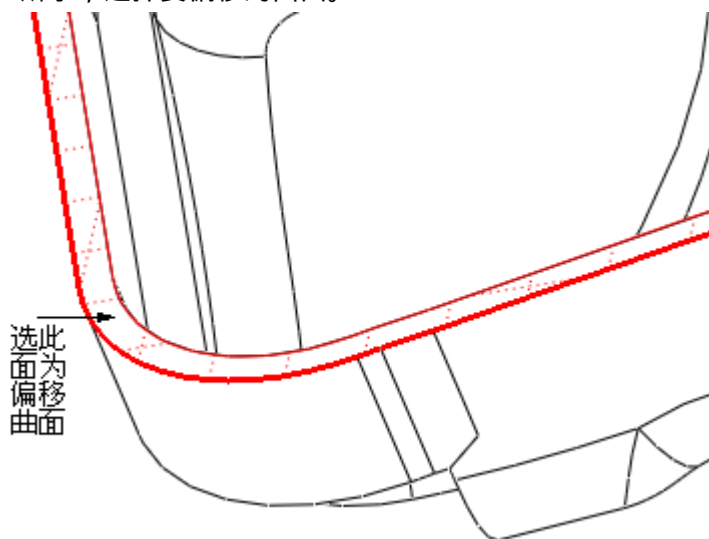

图 42-38
- (3) 如图 42-38 所示，选择要偏移的曲面。
- (4) 输入偏移值为“2↵”，输入侧偏移尺寸（从边到拔模曲面的距离）为“1↵”。
- (5) 选择图 42-38 中箭头指示的面为拔模参照面。